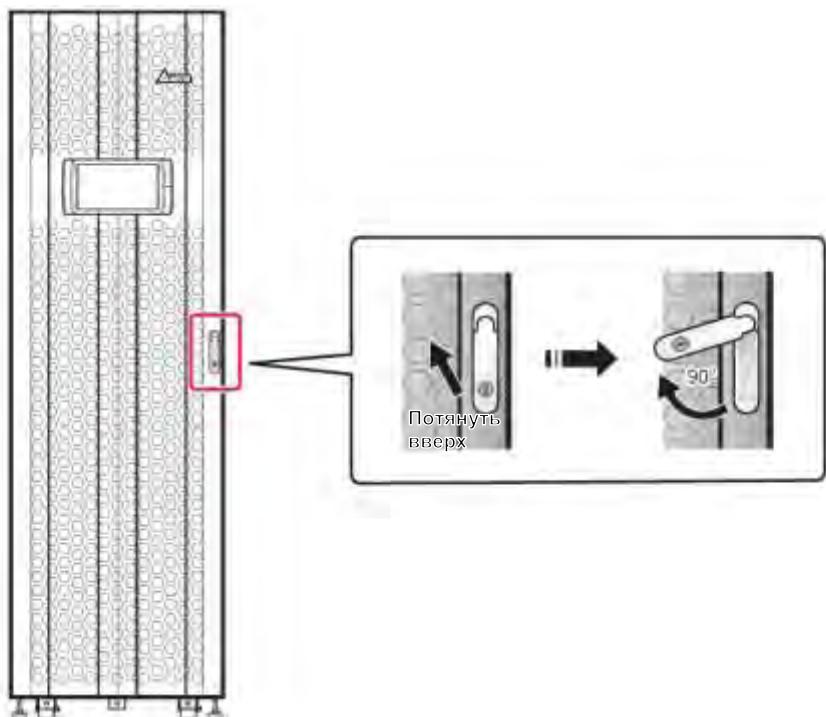

Рисунок 2-3: Как открывать переднюю дверцу ИБП
4. См. *Рисунок 2-3*, как открывать переднюю дверцу ИБП.